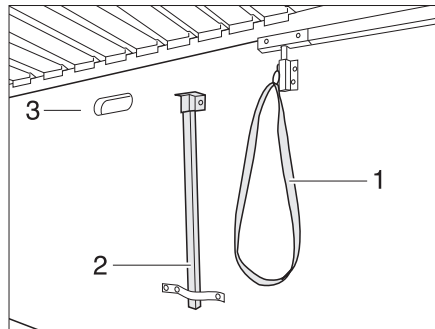

Fig. 132 Apoyo y desbloqueo
- Abrir la trampa guardaobjetos y extraer el pie de apoyo (Fig. 132,2) de debajo de la cama.
- Tirar del lazo (Fig. 132,1) e inclinar la cama (Fig. 132,3) hacia abajo.